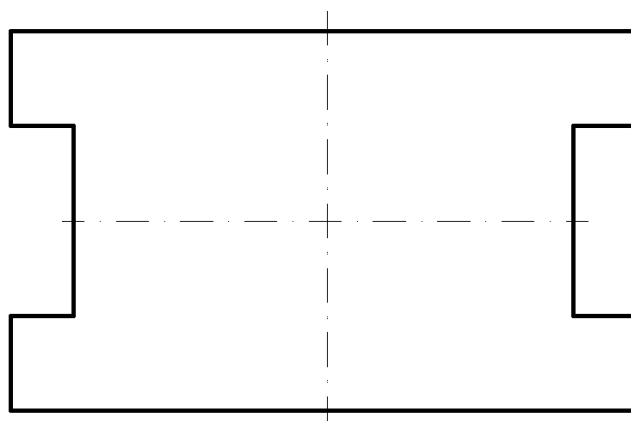

Рис. 26. Этап 3.2.
3.2. Командой **Зеркальное отражение** построить симметричные части вида (рис. 26).